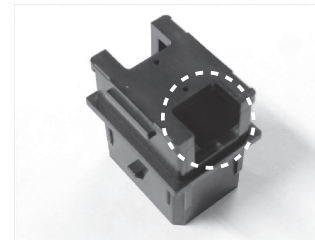

図 1
- ① コンパクトスイッチのハーネスをサービスパネル（ベース）の穴に通してください。（図 1）